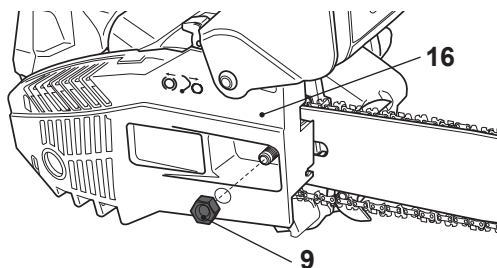

Fig. 9
- > Fixez le couvercle avec l'écrou de blocage [9] (Fig. 9).